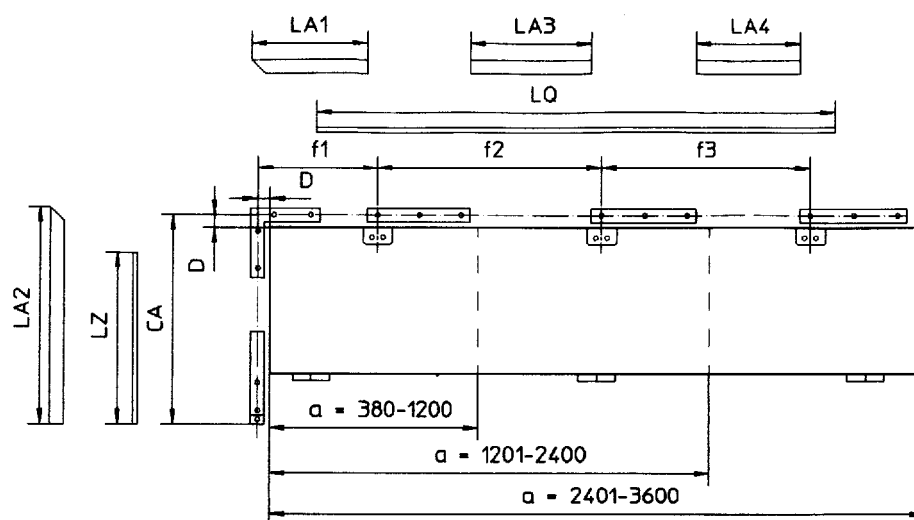

Рис.3
2. Определить монтажные размеры f1, f2, f3, CA (Рис. 3).
#### Обозначение размеров (Рис. 3)
1. Обрезать штанги, как показано на Рис.3.